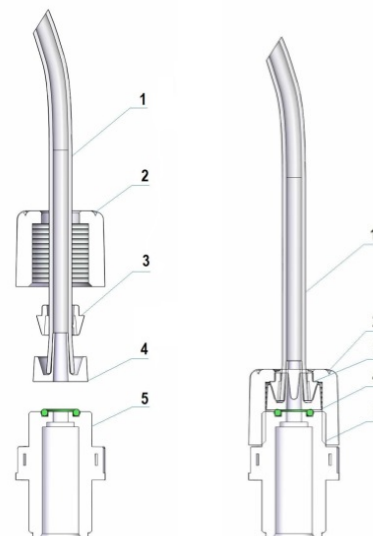

Fig. 4 – Подсоединение шланга к ниппелю
1. Отсоединить вилку кабеля электропитания от сетевой розетки 220V или отключить питание двухполюсным выключателем с минимальным расстоянием между контактами 3 мм (Рис. 4)
1. Отсоединить пины от сетевой розетки или отключить питание двухполюсным выключателем с минимальным расстоянием между контактами 3 мм (Рис. 4)